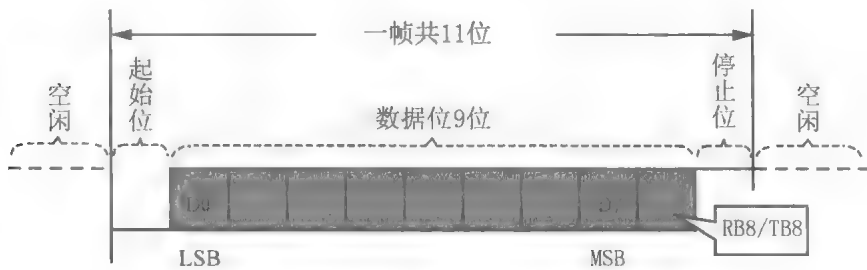

图 11.19 传送一帧数据的格式
(3) 串行口方式 2 和方式 3。
- 发送或接收一帧信息为：1 位起始位（“0”），数据 9 位（含 1 位附加的第 9 位，发送时为 SCON 中的 TB8，接收时为 RB8），停止位 1 位，一帧数据为 11 位。帧格式如图 11.19 所示。